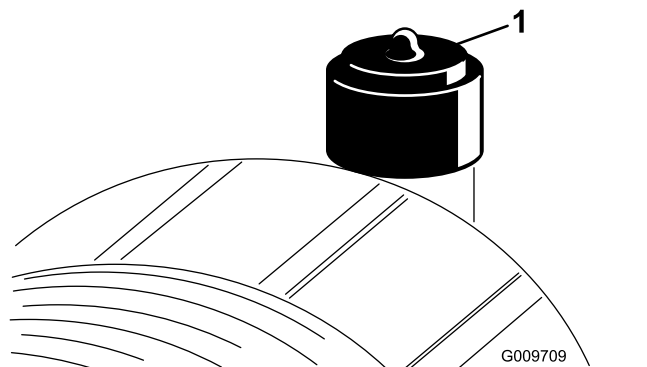

Bild 55
Warten Sie den Luftfilter nur, wenn die Wartungsanzeige dies angibt (Bild 55). Das frühzeitige Auswechseln des Luftfilters erhöht nur die Gefahr, dass Schmutz in den Motor gelangt, wenn Sie den Filter entfernen.
2. Stellen Sie die Anzeige (Bild 55) zurück, wenn sie auf Rot steht.